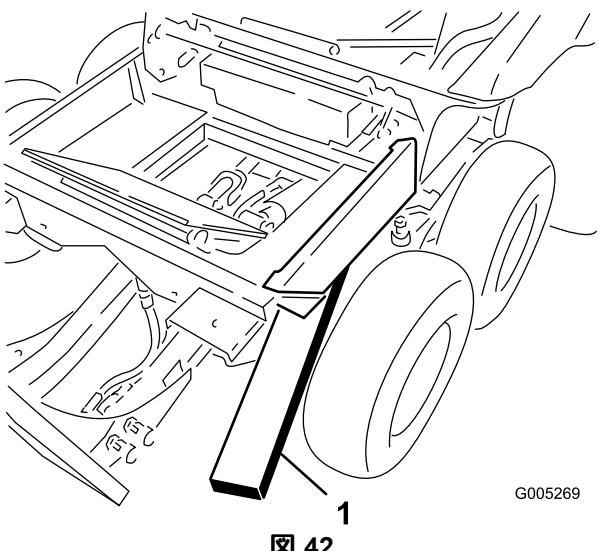

図 42
3. 前ボギーストップとフレームとの間に、角材を入れて冬用フレームを後ろに傾ける(図 42)。